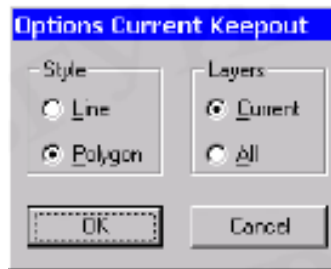

Рисунок 6.5 – Настроювання конфігурації областей
*Перший етап - підготовка до трасування.* За командою Option\Current Keep out (рисунок 6.5) здійснюємо налаштування конфігурації областей заборони трасування (бар'єрів). У групі параметрів Style задається стиль рисування області заборони у вигляді лінії Line і полігону Polygon. Шари, у яких заборонено проводити трасування в даній області, вибираються в меню Layers. Можна заборонити трасування або в поточному шарі Current, або у всіх шарах АП.